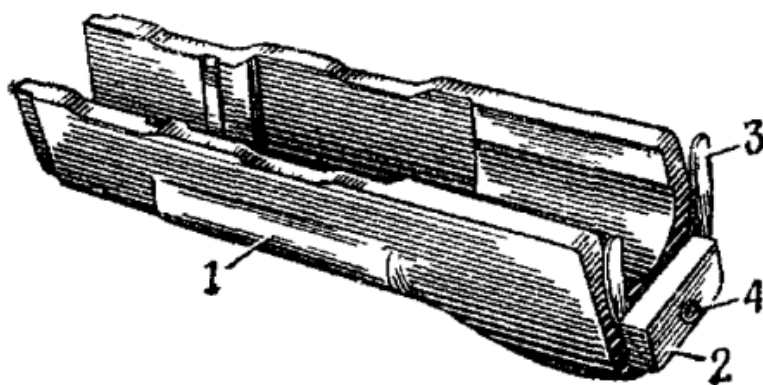

Рис. 42. Цевье (деревянное):
22. Цевье (рис. 42) служит для удобства действия и для предохранения рук автоматчика (пулеметчика) от ожогов. Оно у автомата может быть деревянное или пластмассовое (у пулемета — деревянное). Цевье прикрепляется к стволу снизу с помощью соединительной муфты и к ствольной коробке посредством выступа, входящего в гнездо ствольной коробки. В теле цевья имеется сквозное отверстие для шомпола. В задней части цевья имеются вырезы и выем, в который помещается пластинчатая пружина. Пружина служит для исключения продольной качки цевья. Вырезы на цевье и ствольной накладке образуют окна для охлаждения ствола и газовой трубки при стрельбе. Пластмассовое цевье имеет металлический экран, предназначенный для уменьшения нагрева цевья при стрельбе.